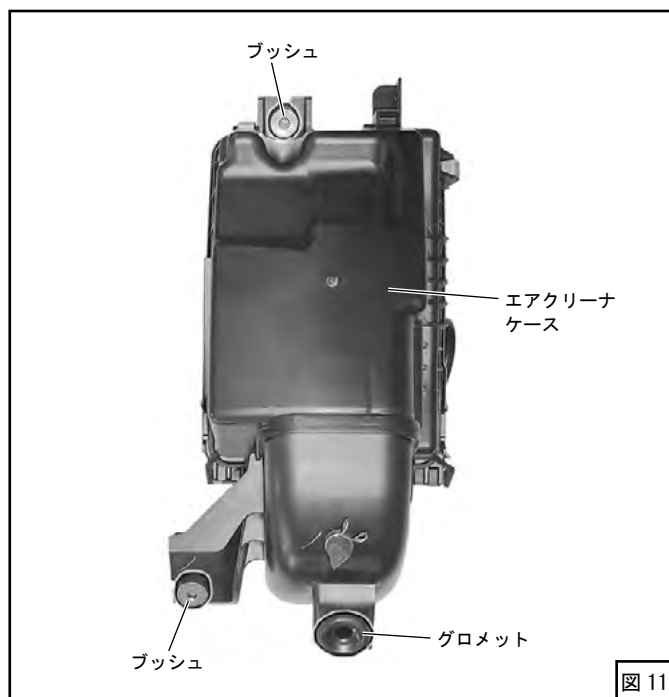
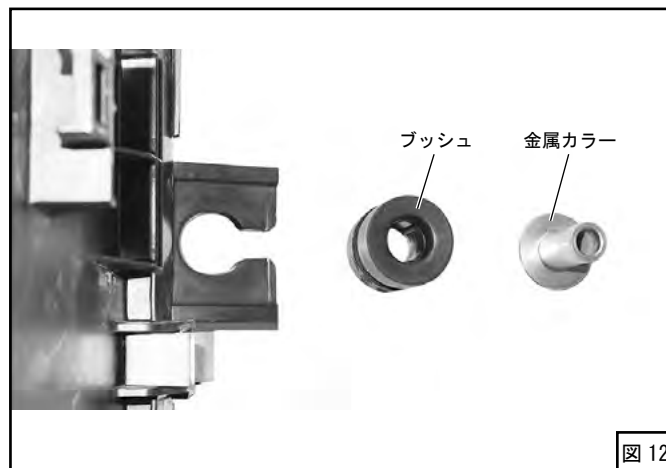

図11
図12
- (4) 純正エアリーナケースからグロメット、ブッシュを取外してください。(図11、図12)